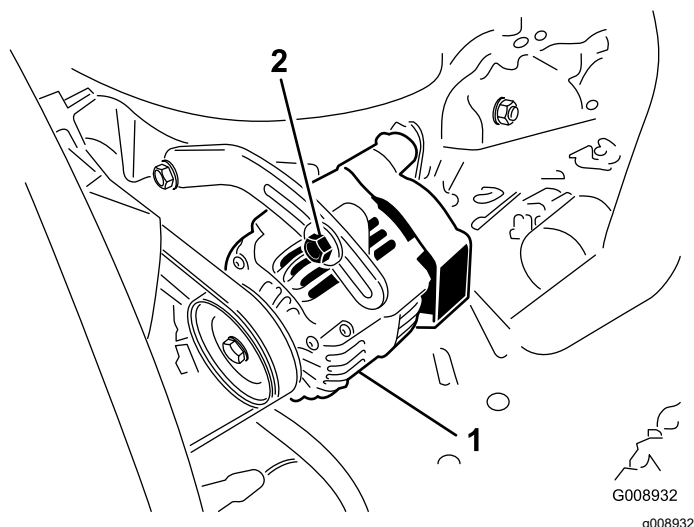

Figura 61
2. Se a deslocação obtida não for igual a 10 mm, deve desapertar os parafusos de montagem do alternador (Figura 61).